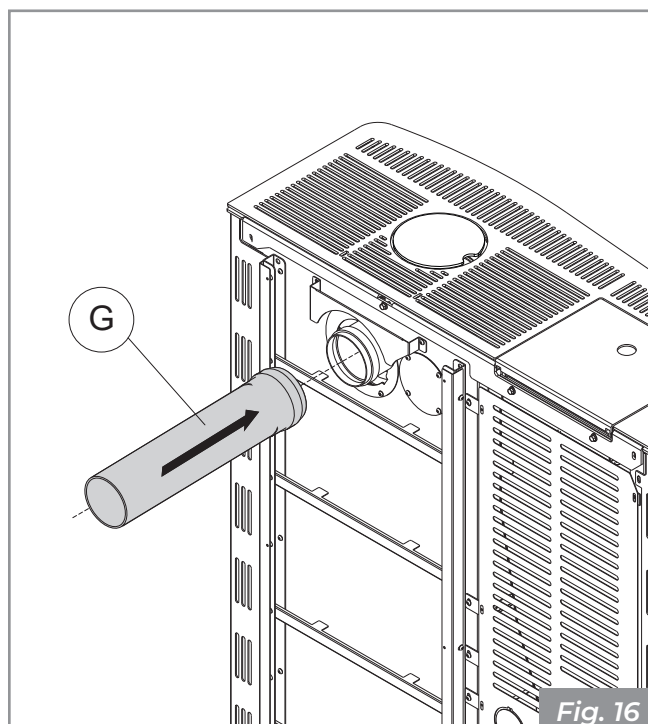

Fig. 16
- Montar el tapón de los humos (C) en el lado superior de la estufa en el lugar de la posición anterior del collar de humos superior (D).
- Cerrar el agujero superior uniendo el tapón estético (F) al anillo de soporte (E) mediante el uso de las 6 tuercas suministradas. Alinear el conjunto con la parte superior regulando las tuercas.
- Montar el collar de humos superior (D) en el lado trasero de la estufa en el lugar de la posición anterior del tapón de humos (C).
- Retirar el pre-corte del tapón de inspección trasero (B) y montar el componente en su lugar anterior.
- ES posible conectar el tubo de humos (G) en el collar (D) (Fig. 16).